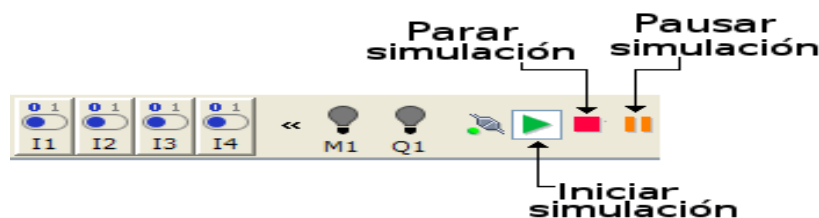

Figura 21. Opciones de simulación.
15. Del *Editor de diagramas*, seleccionar la opción **Simulación** (F3). (Ver Figura 7). Aparecerán las opciones de simulación con las entradas y salidas definidas en el circuito como se muestra en la Figura 21.